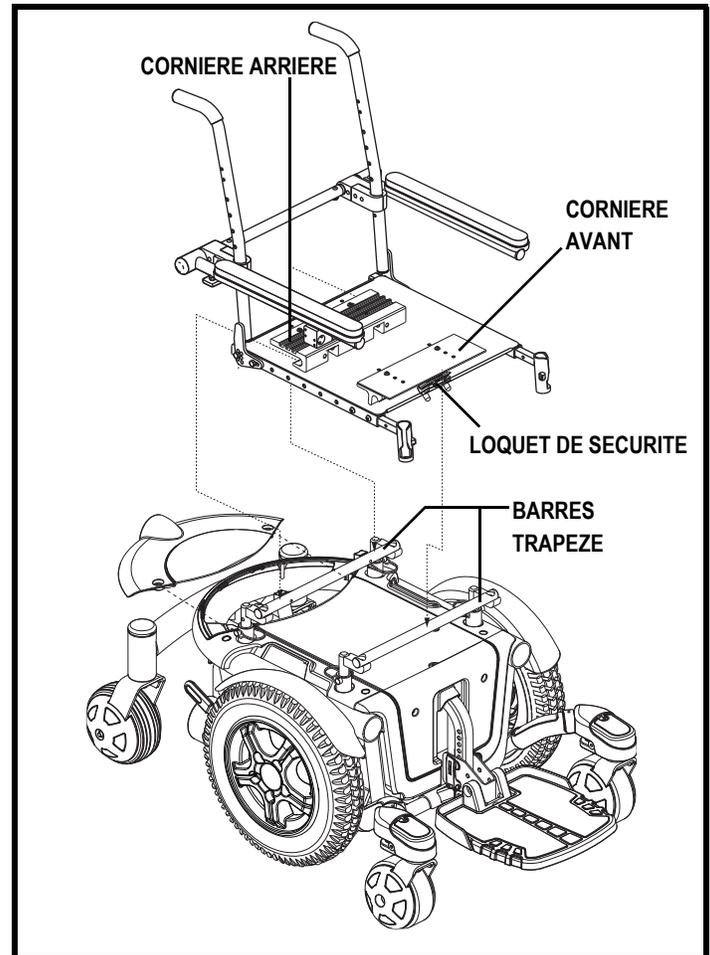

Figure 12. Système de montage universel avec siège spécialisé
1. Inclinez le siège vers l'arrière et glissez la cornière arrière sur la barre trapèze arrière. Voir la figure 12.